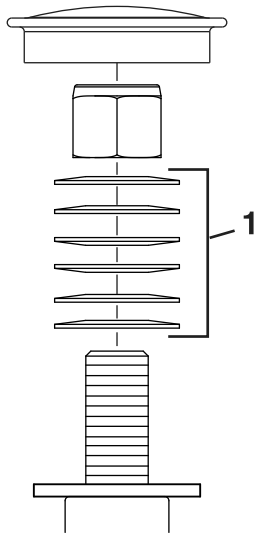

Figura 55
3. Togliete il coperchietto antipolvere dalla ruota orientabile e serrate il dado di bloccaggio (Figura 55).
4. Serrate il dado di bloccaggio finché le rondelle elastiche non sono piatte, quindi allentate di un quarto di giro per mettere a punto il precarico sui cuscinetti (Figura 55).
Importante: Verificate che le rondelle elastiche siano correttamente montate, come riportato nella Figura 55.
- Montate il coperchietto antipolvere (Figura 55).